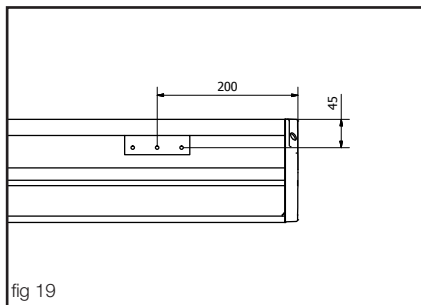

fig 19
1. Mount the wall brackets and make sure they are levelled. Sideways spacing isn't crucial as they can slide sideways but recommended spacing is shown in fig 19.
1. Skruva upp väggkonsolerna vågrätt. Exakt positionering i sidled är inte nödvändig då kassetten kan glida på konsolerna. Rekommenderad positionering visas i fig 19. Konsolerna får dock aldrig monteras längre in än 40cm från kanterna!